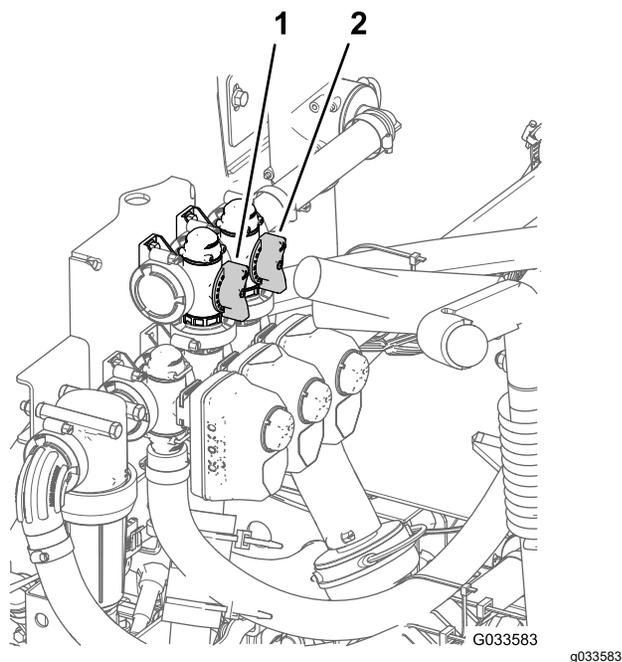

Figure 72
11. Réglez la vanne de dérivation (Figure 72) à l'arrière de la vanne d'agitation jusqu'à ce que la pression indiquée soit 6,9 bar.
8. Déplacez plus ou moins la poignée de dérivation générale des sections de manière à réguler l'agitation à l'intérieur de la cuve (Figure 72).